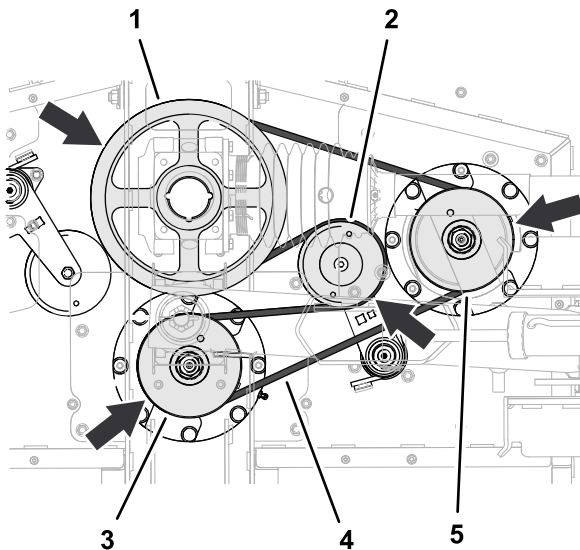

Bild 62
1. Führen Sie den langen Riemen um die Antriebsscheibe sowie um die obere Nut der Riemenscheibe der mittleren und rechten Spindel (Bild 62).
2. Drehen Sie den Riemenspanner mit einer Brechstange oder ähnlichem Werkzeug im Uhrzeigersinn und ziehen Sie den Riemen auf die Spannscheibe auf (Bild 62).